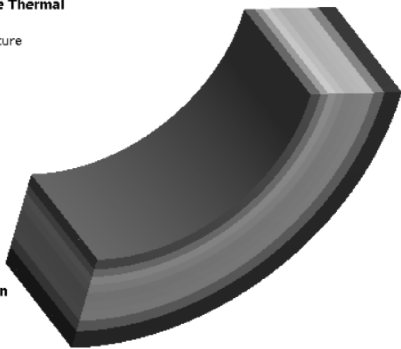

图 3-7 温度结果
(1) 在 Mechanical 标准工具栏中单击  Solve 进行求解运算。
(2) 运算结束后, 单击【Solution (A6)】→【Temperature】, 图形区域显示稳态热传导计算得到的温度变化, 温度从外到内逐渐增加。在温度详细信息窗口显示最小温度值 -27.605°C 和最大温度值 20°C , 如图 3-7 所示。